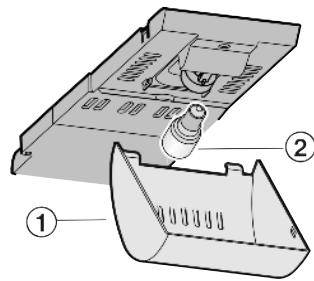

Fig. 12
- Возьмитесь за крышку Fig. 12 (1) спереди и снимите с крючка сзади.
- Лампу накаливания Fig. 12 (2) заменить.
- Снова наденьте крышку Fig. 12 (1).